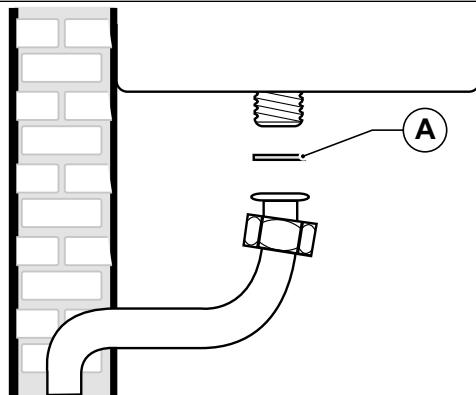

Рис. 21 Подключение к газовой сети
ОБЯЗАТЕЛЬНО, при подключении котла к линии подачи ГАЗА использовать накидную гайку (A) с применением прокладки в стыковой полости (смотри Рис. 21 Подключение к газовой сети).